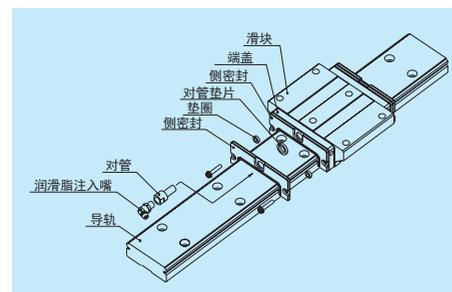

图 10 双密封
- 对标准完成品追加安装双密封时，请利用在表 13 中所表示的双密封套件 (图 10)
- 双密封安装后，将润滑脂注入嘴安装到端盖上时，需要如图 10 所示的接口。